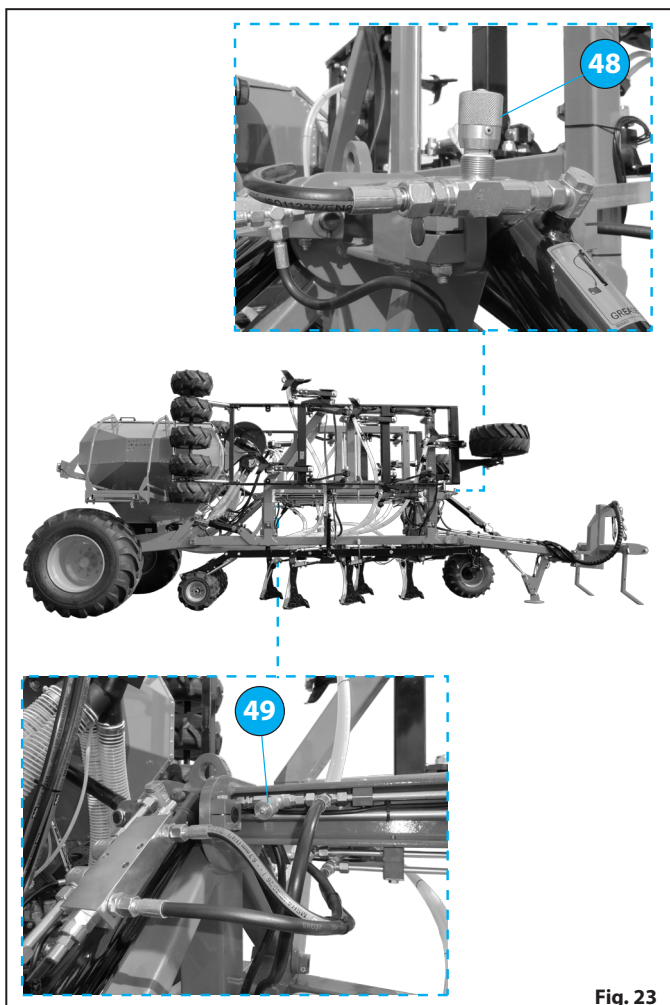

Fig. 23
- W przypadku, gdyby okazało się konieczne przestawienie prędkości opuszczania ramy, konieczne będzie ustawienie zaworów regulujących tylnych siłowników **49** i przednich **48** "Fig. 23".